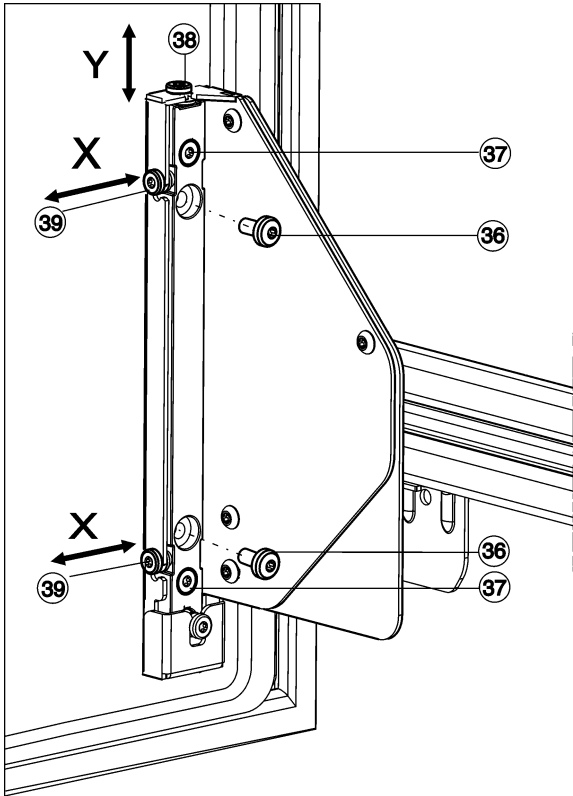

Fig. 27
- ▶ Полностью выкрутите винты Fig. 27 (36).
- ▷ Винты Fig. 27 (36) можно утилизировать, они больше не понадобятся.
- ▶ Отпустите винты Fig. 27 (37) только на 1-2 оборота.
- ▶ Вращайте регулировочный винт (38). По часовой стрелке: дверь сдвигается макс. на 4 мм вверх. Против часовой стрелки: дверь сдвигается макс. на 2 мм вниз.
- ▶ Снова затяните все винты Fig. 27 (37).
- ▶ Если винты Fig. 27 (36) ещё имеются, то выкрутите их полностью.
- ▶ Отрегулируйте установочные винты Fig. 27 (39) в зависимости от требуемого бокового направления юстировки.
- ▶ После окончания боковой юстировки снова прочно затяните винты Fig. 27 (37).